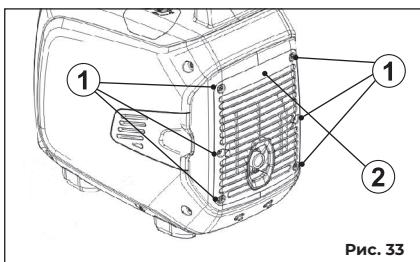

Рис. 33
1. Отвинтите винты снимите крышку 1 , а затем 2 , рис. 33.